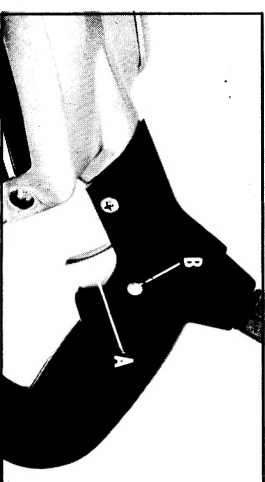

Fig. 2
2. Serrez l'interrupteur (A) (fig. 2) pour faire démarrer la ponceuse. Relâchez l'interrupteur pour l'arrêter.
3. BOUTON DE BLOCAGE - Un bouton de blocage (B) est prévu pour que le moteur tourne sans avoir à maintenir l'interrupteur en position de marche.